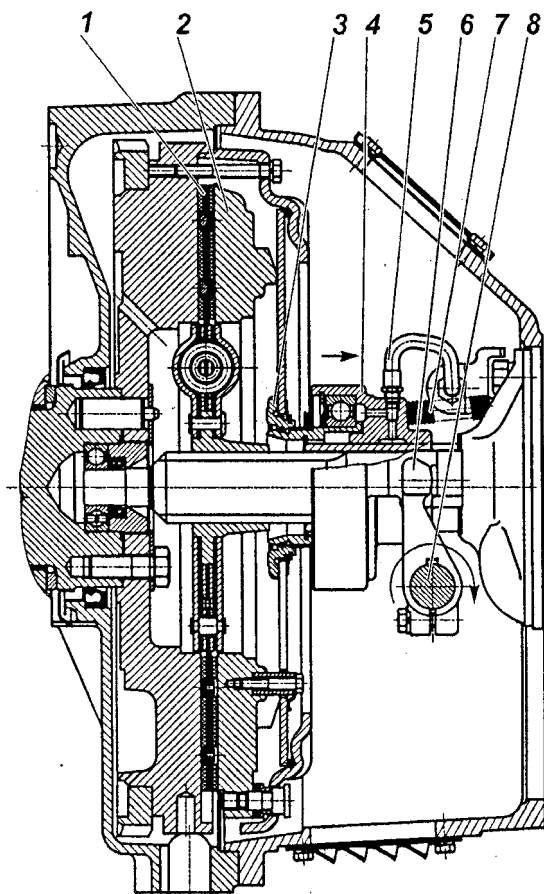
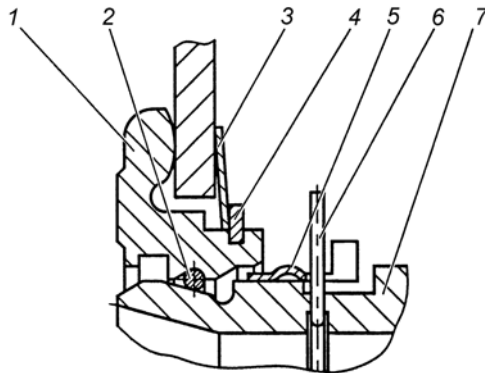

Рис.3. Сцепление моделей ЯМЗ-181, ЯМЗ-182:
Рис.5. Запорное устройство:
Диафрагменное сцепление моделей ЯМЗ-181 и ЯМЗ-182 (рис. 3) состоит из ведущих и ведомых частей, а также деталей механизма выключения сцепления, устанавливаемых на коробку передач.
Механизм выключения сцепления состоит из муфты 4 (рис. 3) с подшипником, вилки 6 и валика 8. Муфта соединена через упорное кольцо 3 с диафрагменной пружиной с помощью запорного устройства.
Оттяжная пружина 7 (рис. 3) исключает проворот и осевые перемещения втулки 7 (рис. 5) относительно упорного кольца 1 (рис. 5). По мере износа фрикционных накладок муфта выключения сцепления 4 (рис. 3) перемещается вместе с пружиной в сторону маховика, при этом конструкция привода выключения сцепления автомобиля или другого транспортного средства обеспечивает поворот вилки 6 (рис.3) по часовой стрелке после выбора зазора между лапками вилки и муфтой за счет периодической регулировки привода или постепенный поворот за счет конструкции гидропривода.
Конструкция запорного устройства показана на рис.5. Она включает в себя упорное кольцо 1, втулку 7 подшипника муфты с фасонной канавкой, пружинное кольцо 2 круглого сечения, а также замковое кольцо 5.
Выключение сцепления обеспечивается поворотом вала по часовой стрелке. Допустимое направление перемещения муфты и поворота вала для выключения сцепления показано на рис. 3 стрелками. Перемещение муфты и поворот вала в обратном направлении не допустимо.
5. С помощью специальной оправки сцентрировать кольцо 3 (рис. 3) относительно оси коленчатого вала двигателя.
2. Убедиться что муфта выключения сцепления отведена до упора в крышку подшипника первичного вала коробки передач пружиной 7 (рис. 3).